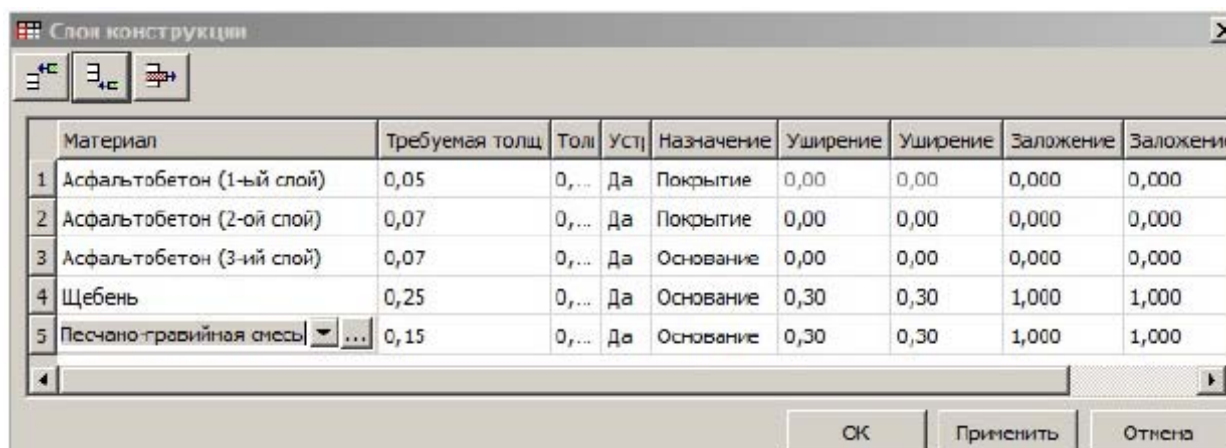

Рис. 9.6. Диалог Слои конструкции
5. В группе параметров СЛЕВА внесите конструкцию дорожной одежды слева от оси дороги. Для этого в строке СЛОИ ДОРОЖНОЙ ОДЕЖДЫ ОСНОВНОЙ ПОЛОСЫ при помощи кнопки ВЫБОР откройте диалог СЛОИ КОНСТРУКЦИИ и внесите необходимые конструктивные слои дорожной одежды (рис. 9.6).